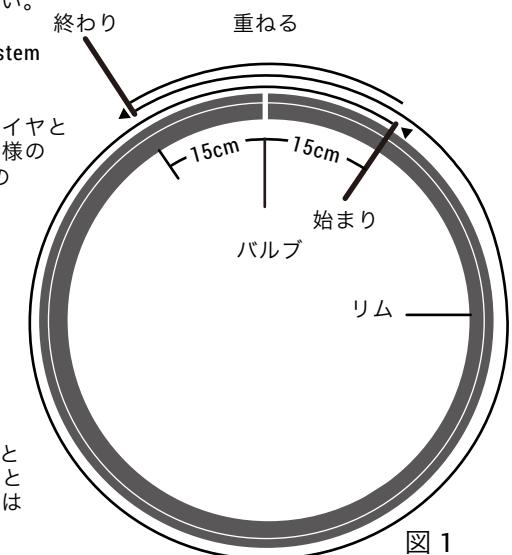

図1
- チューブレスステープを取り付けるときは、テープがリムベットの中心に張られ、リムの全幅を十分にカバーしていることを確認してください、また、テープがバルブ穴の両側で15cm重なるようにします(図1)。